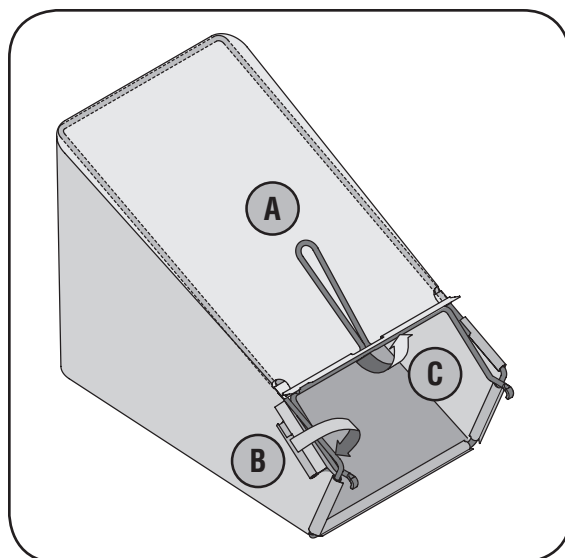

Figura 3-4: Reúna al receptor de hierba (de ser necesario).
5. Para ensamblar el colector de césped (de ser necesario), coloque la bolsa sobre el marco con el lado negro de plástico en el fondo, Figura 3-4. Deslice el canal de plástico sobre los ganchos del marco. Todos los canales excepto la parte superior central de la bolsa se acoplan desde el exterior. El centro de la bolsa se acopla desde el interior.